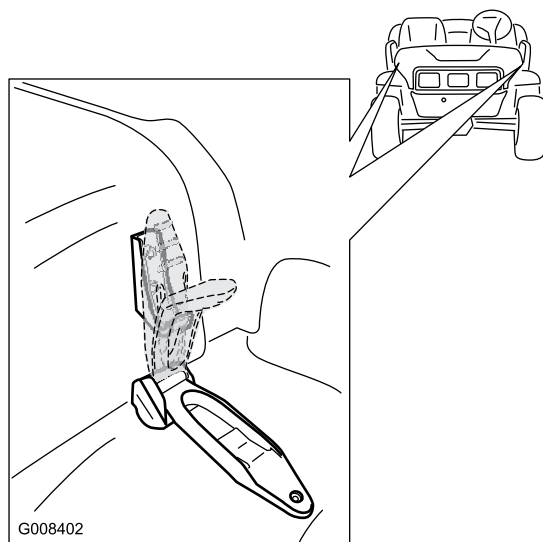

図 21
1. フードの両側についているゴム製ストラップをゆるめる（図 21）。